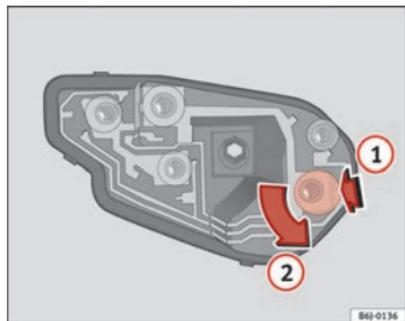

Fig. 154 Cambio lámparas luces posteriores
- Una vez retirado el portalámparas, presione hacia abajo en el sentido de la flecha **1** y gire a la vez en sentido de la flecha **2** ⇒ fig. 154.